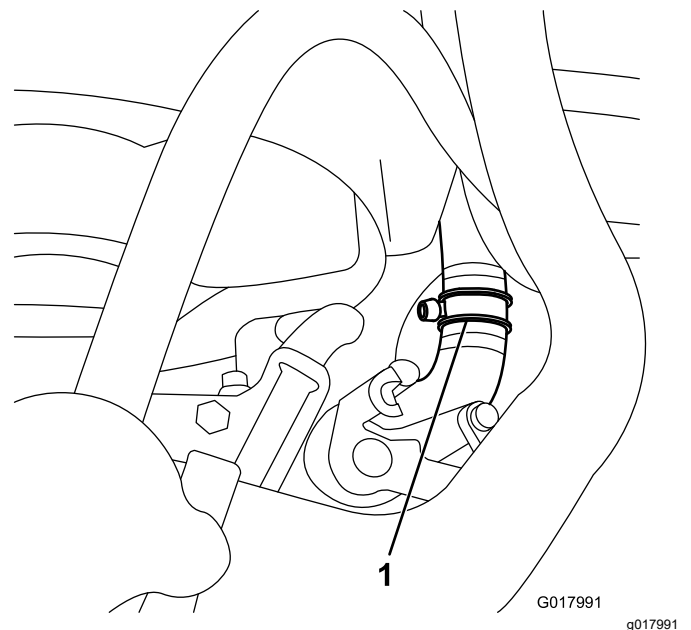

Figura 33
3. Corte o tubo inferior do radiador a cerca de 54 mm da extremidade do tubo que entra no radiador (Figura 33).
4. Ligue o encaixe em T a cada uma das novas extremidades cortadas do tubo inferior do radiador com duas braçadeiras de tubos largas (Figura 33).